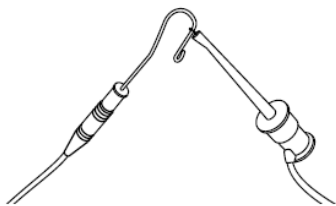

Рис. 8 Активация апекс локатора за допомогою губного електрода і затискачу для файлу
2. Для включення апекс локатора прикладіть губний електрод до затискачу для файлу приблизно на 3 сек. (див Рис. 8)